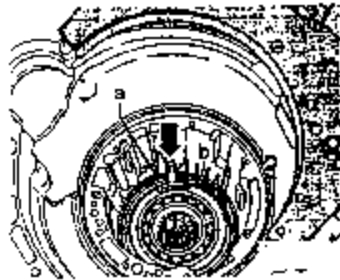

图 7-75 拆下支撑管卡环
12) 拆下变速箱速度传感器 G38。拆下支撑管卡环 a，如图 7-75 所示。
14) 拆下自由轮的卡环 b, 如图 7-75 所示。用钳子夹住自由轮的定位键, 如图 7-75 中箭头所示, 把自由轮从变速箱的壳体中抽出。
- 8) 装入自由轮的卡环 b，将卡环的开口装到自由轮的定位键上（见图 7-75）。